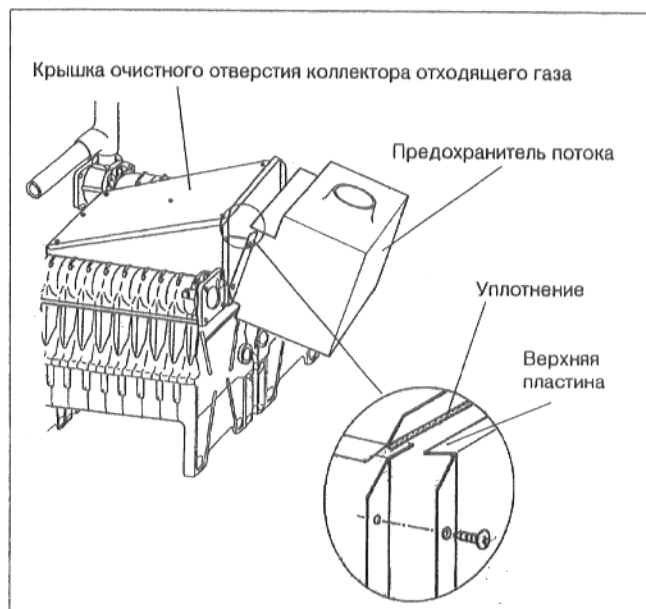

Рис. 7: Изображение устройства без обшивки и теплоизоляции
- Привинтить предохранитель потока 4 короткими винтами для листового металла к боковым стенкам коллектора отходящего газа. При монтаже обратить внимание на то, что верхняя пластина предохранителя потока должна находиться между крышкой очистного отверстия коллектора отходящего газа и боковыми стенками или, соответственно, разделительной перегородкой (рис. 7).